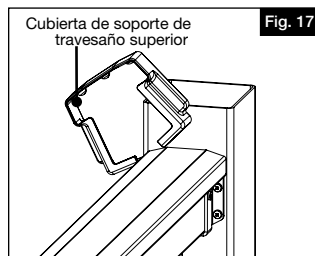

Fig. 17
- c. Abra la cubierta del soporte del travesaño superior para permitir que rodee el travesaño superior (Fig. 17). Mientras esté abierto, asegúrese de que la "lengüeta" encaja detrás del travesaño y contra el poste.